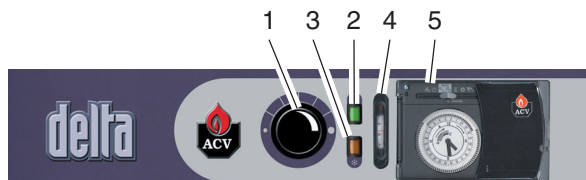

Fig. 21 : Bedieningspaneel
7.1.1 ZICH VERTROUWD MAKEN MET HET BEDIENINGSPANEEL (FIG. 21)
(rep. 2 – fig. 21) uitschakelen.
1 - Regelthermostaat van 60 tot 90 °C (rep. 1, Fig. 21)
2 - Hoofdschakelaar (rep. 2, Fig. 21)
3 - Zomer/winter-schakelaar (rep. 3, Fig. 21)
4 - Thermometer (rep. 4, Fig. 21)
5 - Regulatie (rep. 5, Fig. 21)